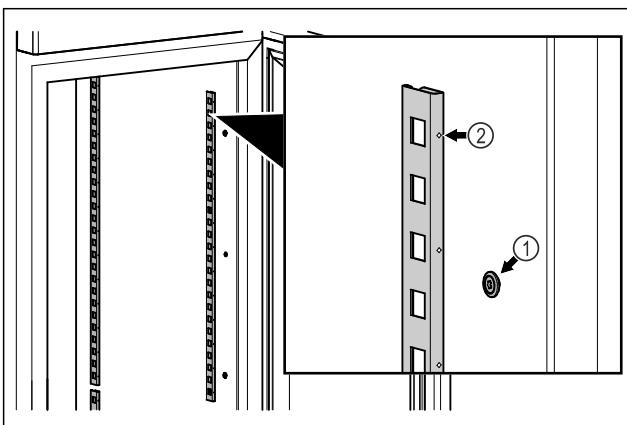

Fig. 58 Приблизне відображення
- Зачепити фіксувальну планку за підвіску Fig. 58 (1). Маркування Fig. 58 (2) повинно бути спрямоване вперед.